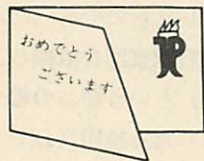

図1 祝賀カード
- (1) 型紙を使うけがき・はさみによる切断・折りまげの作業入門（2時間）→作業例は祝賀カード（図1）、または教室・学校や住居の装飾用カード。